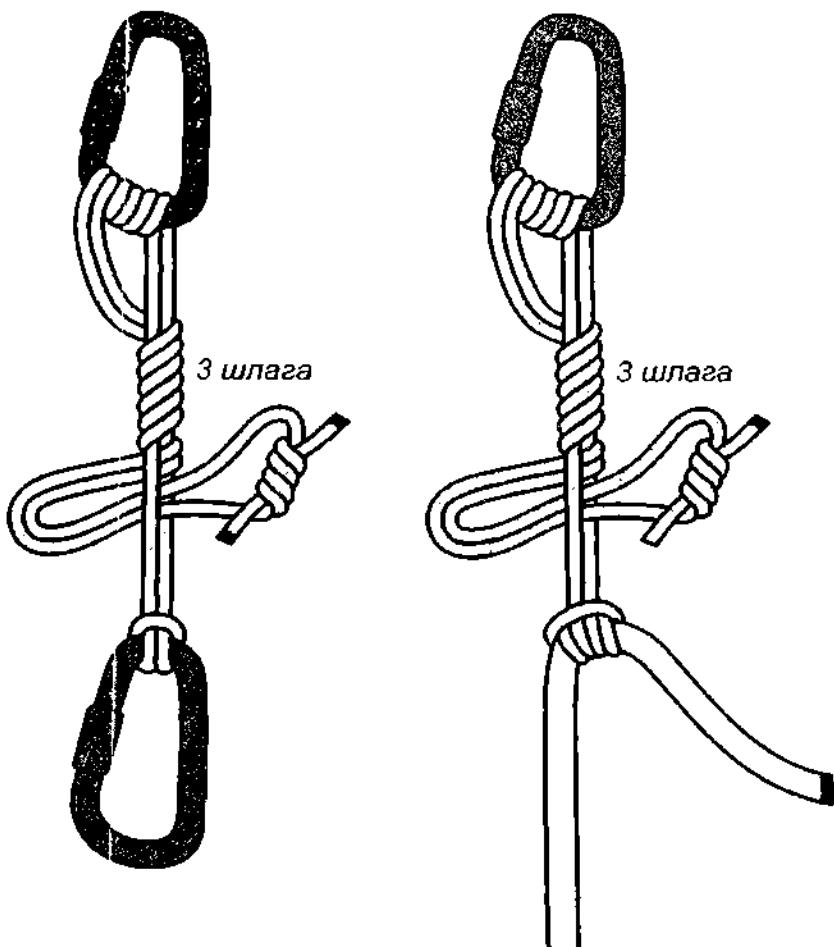

Рис. 690. *Маринер*.
*Маринер* – это конструкция узлов, для временного ослабления одного из концов верёвки (рис. 690). Вместо *маринера* в некоторых случаях можно использовать *стопорный узел* (стр. 759) или *быстроразвязывающийся косой австрийский схватывающий узел*.